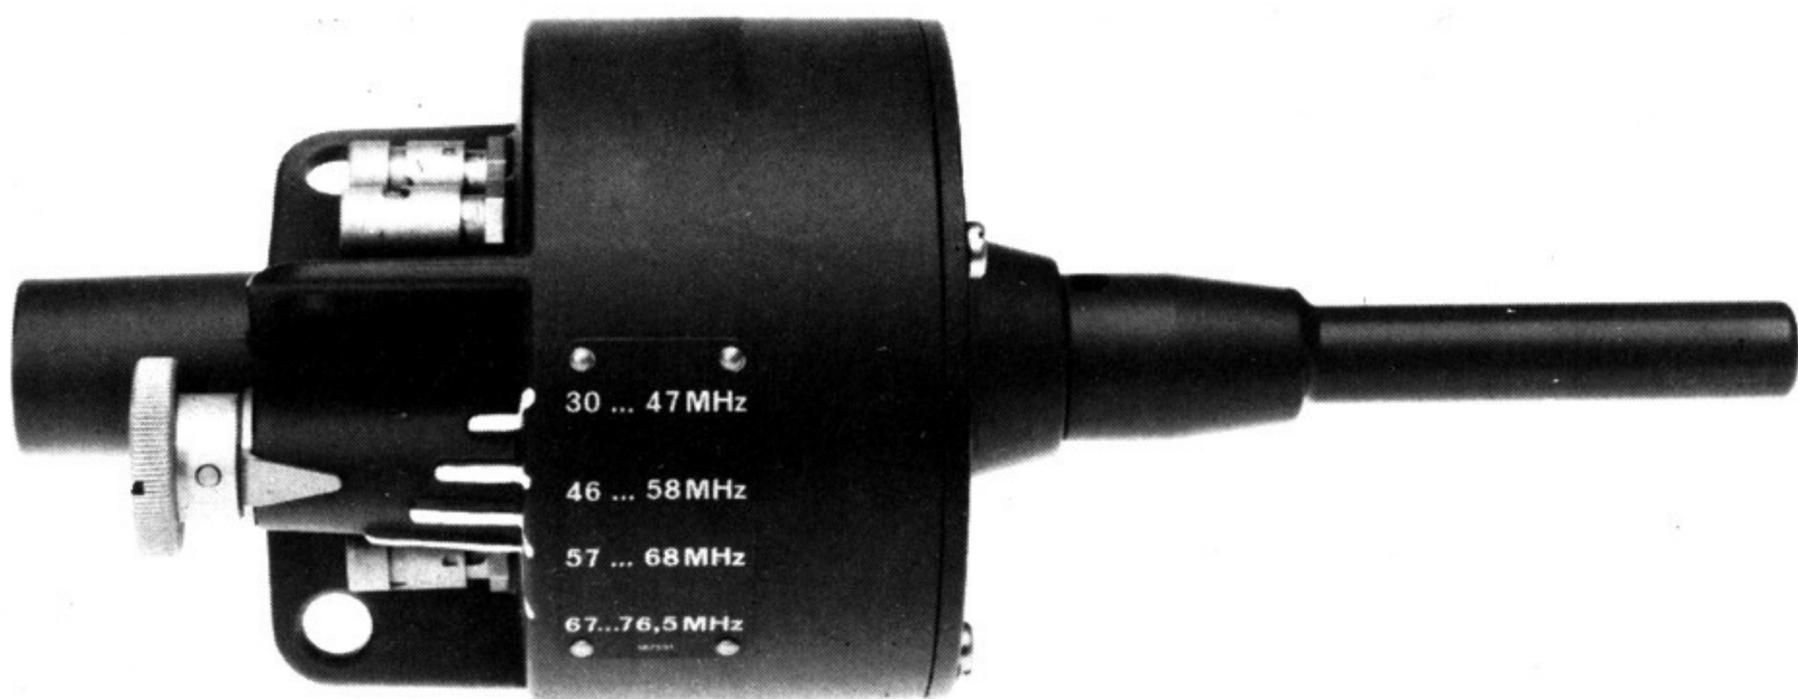

Fig 17 – Antennentransformator mit Bereichschalter
- 59 Damit über das ganze Band eine genügende Anpassung erzielt wird, ist im Speisepunkt der Antenne ein Transformator (Fig 17) angeordnet, der entsprechend der Frequenz vierstufig umschaltbar ist. Die zu den Schalterstellungen gehörenden Bereiche sind auf einem Schildchen verzeichnet. Rippen verschiedener Länge auf dem Gehäuse lassen auch bei Dunkelheit eine sichere Erkennung der Einstellung zu.
⁵Bereichschalter auf gewünschten Frequenzbereich einstellen (Fig 17).